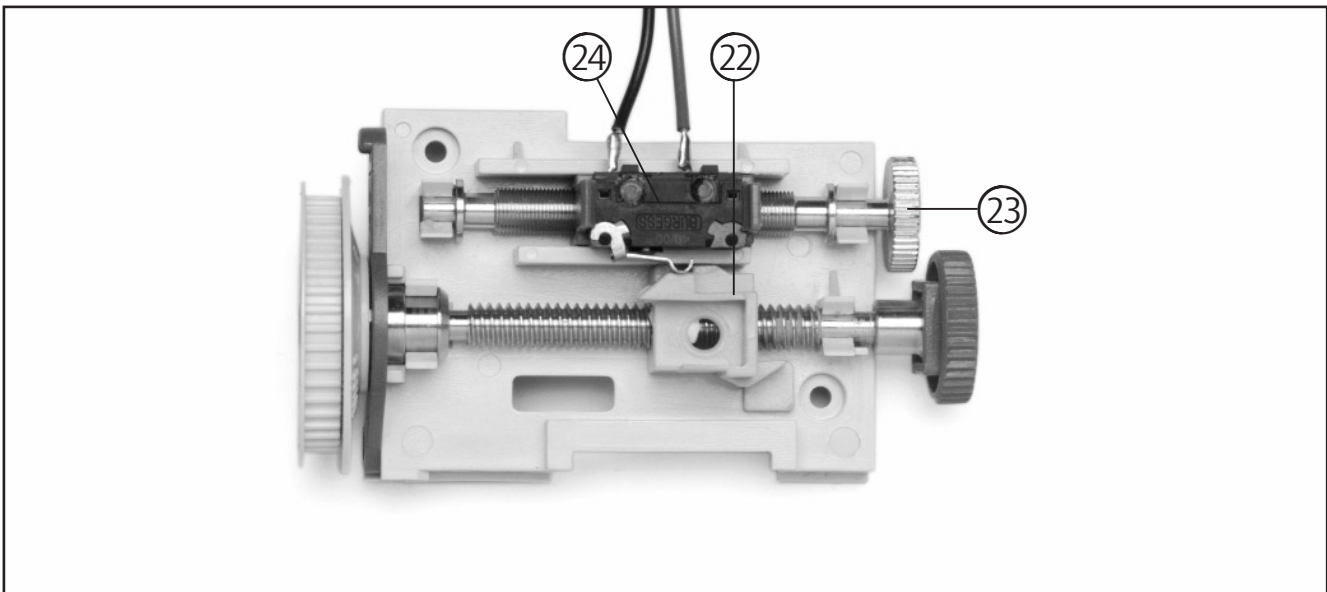

Abb. 10: Referenzpunkteinstellung (Tor ist geöffnet)
- Verdrehen Sie jetzt mit dem kleineren Rändelrad (23) die Einstellspindel, bis der Referenzpunktschalter (24) vom Schaltschlitten (22) betätigt wird (siehe Abb. 10).
- Drehen Sie nun das kleinere Rändelrad (23) noch 2 Umdrehungen (WA 100) bzw. 5 Umdrehungen (ITO 100) gegen den Uhrzeigersinn.